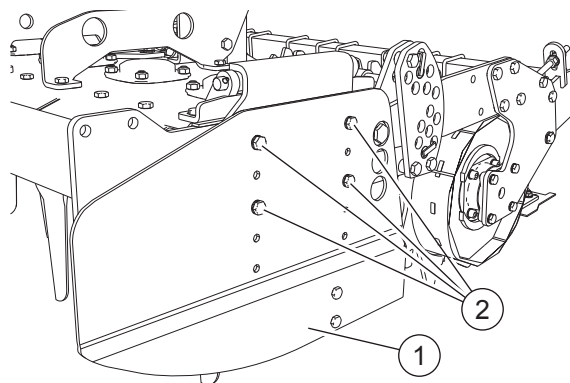

FIG. 36
Svitare le viti (2, "Fig. 36"). Sollevare o abbassare la bandella laterale (1). Avvitare le viti (2).